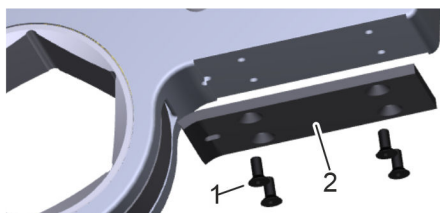

Bild 22: Ta av stödplattan
6. ➔ Öppna spärrhuvudet. Lossa de fyra skruvarna (Bild 22/1) till stödplattan (Bild 22/2) och ta bort stödplattan.
- 12.** ► Montera drivenheten. Skjut in stiften tills de hakar fast. Säkra stiften med gängstiften (Bild 22).